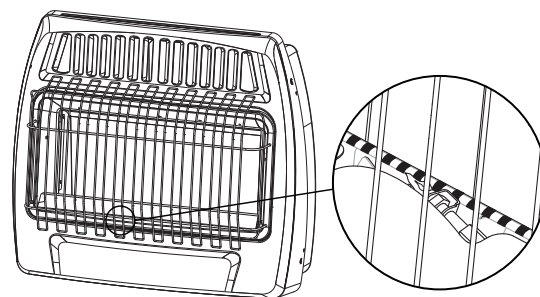

Fig. 24 - Ubicación de la llama del piloto
6. Con la perilla de control oprimida, repetidamente presione el encendedor piezo eléctrico hasta que el piloto se encienda. El piloto es visible centrado debajo del quemador principal, detrás de la parrilla delantera. (Ver Fig. 24 en la página 19)
7. Mantenga oprimida la perilla de control durante (30) segundos después de que el piloto encienda. Suelte la perilla de control.
6. Con la perilla de control oprimida, repetidamente presione el encendedor piezoeléctrico hasta que el piloto se encienda. El piloto es visible centrado debajo del quemador principal, detrás de la parrilla delantera. (Ver Fig. 24)